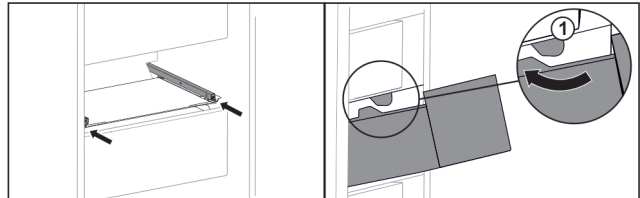

Fig. 53
- ▶ Обведите выдвижной ящик вокруг стопора Fig. 53 (1).